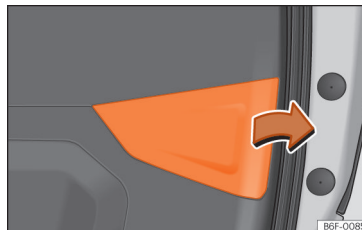

Fig. 173 Porta da bagageira aberta: retirar a tampa.
- Retirar a tampa da porta da bagageira no sentido da seta »» Fig. 173.